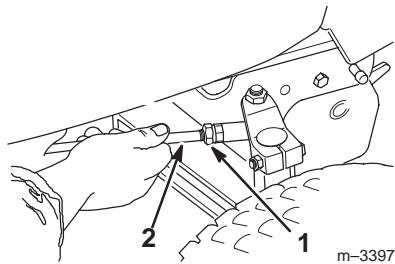

Figure 48
- Desserrez les écrous de blocage aux extrémités des tringles de direction (Fig. 48).